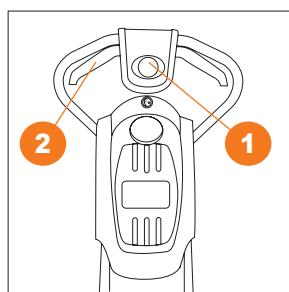

Рис. 13
- Для остановки двигателя отпустите рычаг. Дождитесь полной остановки вращения шнеков, прежде чем закончить работу (Рис. 13).